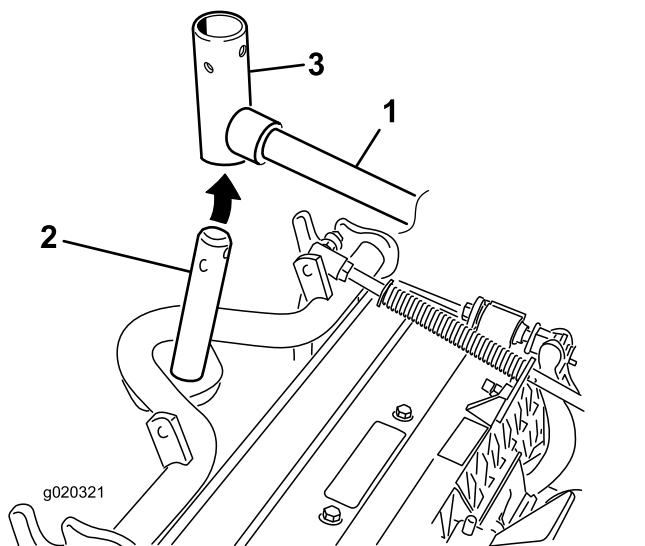

Рисунок 7
8. При установке передних режущих блоков передвиньте режущий блок под подъемным рычагом, одновременно вставляя вал несущей рамы в вилку шарнира подъемного рычага (Рисунок 7).
- B. Вставьте вилку подъемного рычага в вал несущей рамы (Рисунок 7).